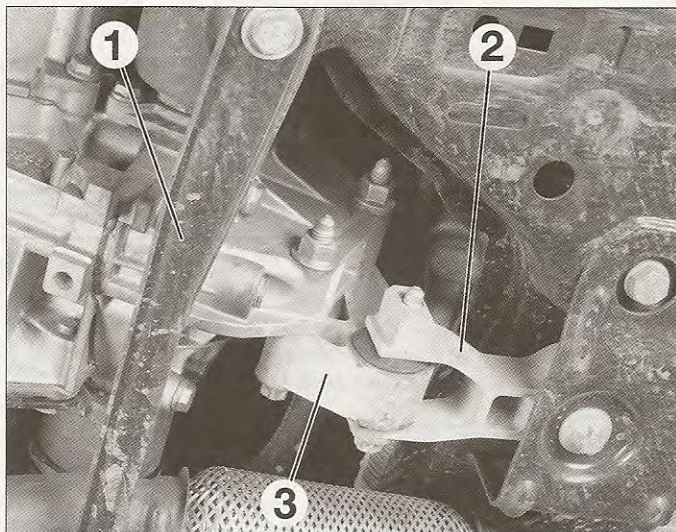

fig. 1
- Desmontar el refuerzo (1) de tren delantero debajo del motor (fig. 1).
- el tirante antibasculamiento (2).
- la pinza (3) del tirante en la caja de velocidades.